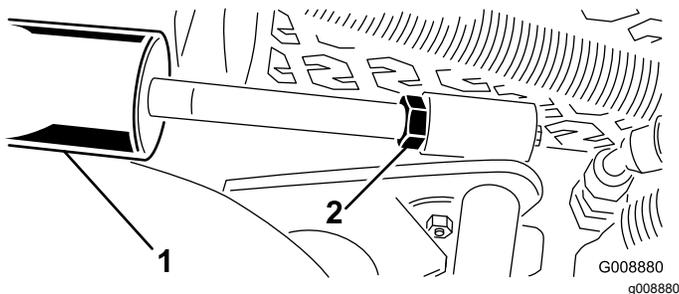

Figura 31
1. Desaperte a porca de retenção do cilindro de elevação (**Figura 31**).